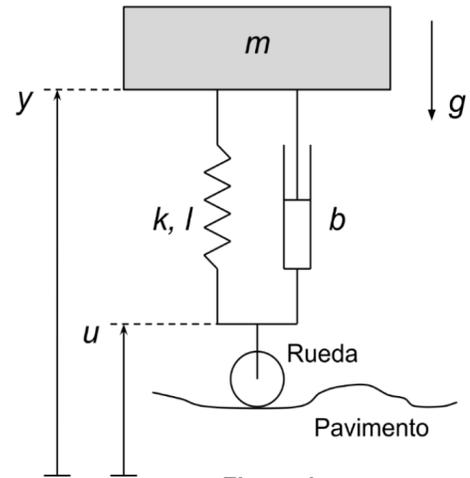

Figura 1
- 5) En la Figura 1 se representa un modelo simplificado de un sistema de suspensión de un automóvil. Una masa m (igual a un cuarto de la masa del automóvil) está ligada a una de las ruedas a través del sistema de suspensión de esa rueda, el cual consta de: un resorte de constante k y longitud natural l tal que $kl = mg$, y un amortiguador de constante b .
Las alturas de los dos extremos del sistema de suspensión (con respecto al nivel del mar) se denotan u e y , como se representa en la Figura 1. El extremo inferior es solidario al eje de la rueda, mientras que el extremo superior es solidario a la masa m . Se supone que la rueda, rígida y de masa despreciable, nunca pierde contacto con el pavimento, y que la masa permanece con su centro de gravedad sobre el eje de la rueda. En la Figura 1, g denota la aceleración gravitatoria.